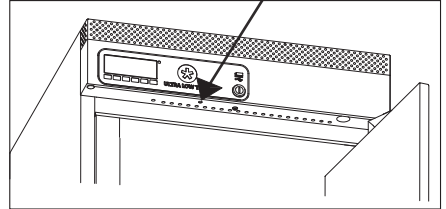

Abb. 9
2. Benutzen Sie einen Stift um durch das Loch das BBU-System einzuschalten (siehe Abb.9)